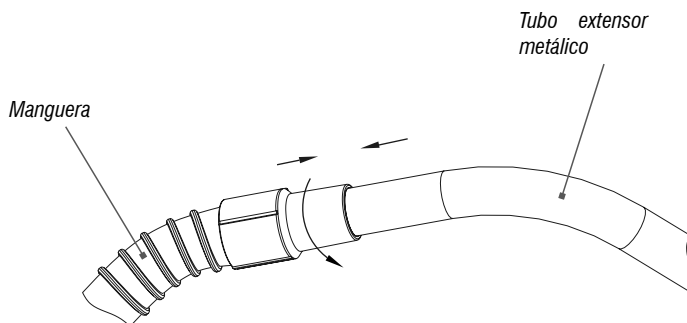

Fig. 8 – Conectando la empuñadura en la extensión
- Conecte la manguera en el tubo metálico, según la Fig. 8;